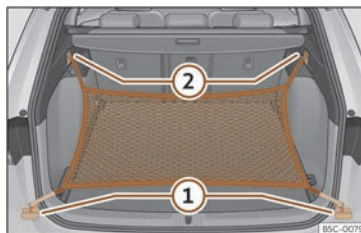

Fig. 197 În portbagaj: inele ① și cârlige ② pentru fixarea plasei pentru bagaje.
- Fixați cârligele scurte ale plasei de inelele de ancorare >>> **fig. 197** ① >>> . Fermoarul bagajelor trebuie îndreptat în sus.
- Fixați chingile în cârligele plasei ②.